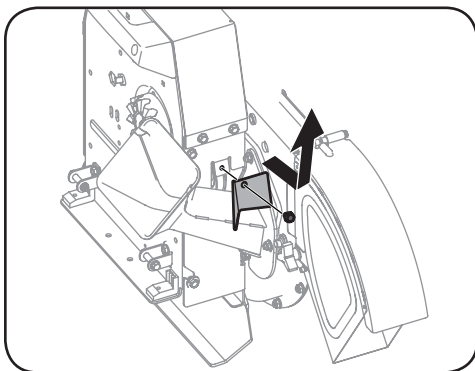

Figura 5-8
8. Extraiga el soporte de la tapa del marco extrayendo los pernos hexagonales que la sujetan. Vea la Figura 5-8.